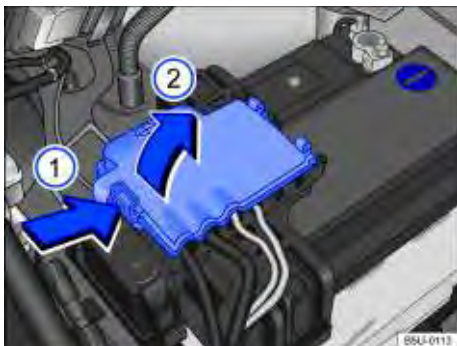

Fig. 189 Compartimento do motor: acesso ao terminal positivo da bateria.
- Abrir a cobertura do polo positivo. Para abrir pressionar a trava no sentido da seta ⇒ **Fig. 189** , rebater a cobertura para o lado no sentido da seta .